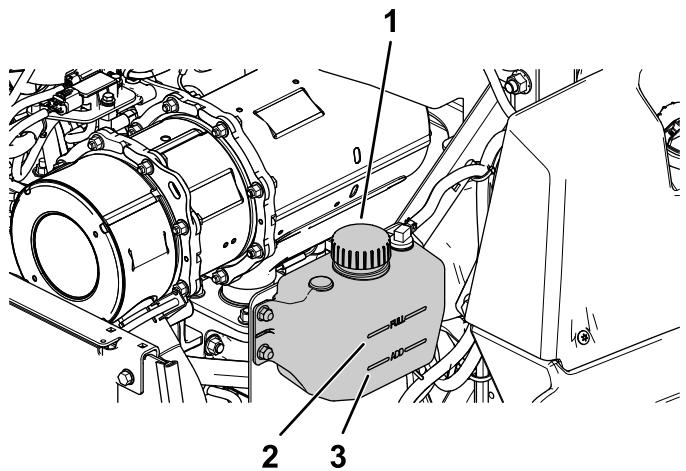

Figure 56
2. Vérifiez le niveau du liquide de refroidissement dans le vase d'expansion (Figure 56).
- 3. Si le niveau du liquide de refroidissement est trop bas, enlevez le bouchon du vase d'expansion et faites l'appoint de liquide spécifié (Figure 56).